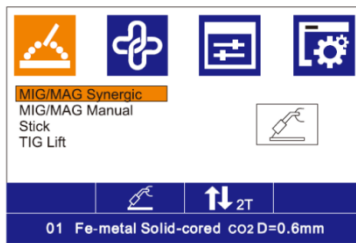

Fig. 1
2) Draai in de functie keuze interface knop L om de methode voor het lassen van elektroden (MMA) te selecteren en druk op knop L om te bevestigen. Zie Fig. 1;
druk op knop voor bevestiging. Zie Fig. 1;